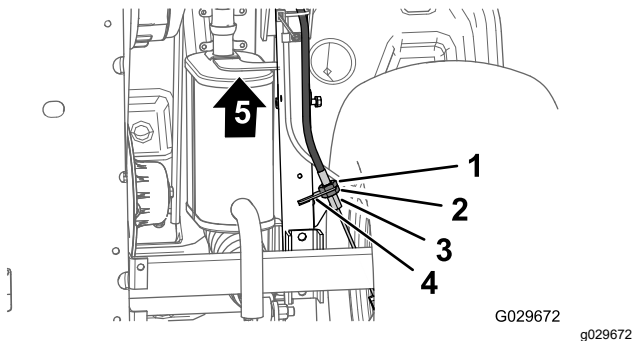

Figura 67
- En la parte inferior de la máquina, afloje 4 vueltas la contratuerca trasera del ajustador roscado del cable del freno de estacionamiento (Figura 67).
- Apriete la contratuerca delantera (Figura 67).
- Afloje 1 vuelta la contratuerca delantera (Figura 67) del ajustador roscado del cable del freno de estacionamiento.
- Apriete la contratuerca trasera (Figura 67).
- Afloje 1 vuelta la contratuerca trasera (Figura 67) del ajustador roscado del cable del freno de estacionamiento.